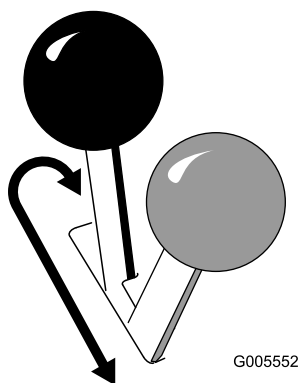

Figura 13
- Per inserire il freno di stazionamento, spingete la leva in avanti e a sinistra, quindi tiratela indietro (Figura 13).
- Per disinserire il freno, spingere la leva in avanti e quindi a destra, nella tacca (Figura 13).